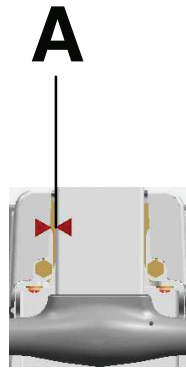

Figura 5 – Indicadores de flecha de la barra lateral
3. Tire de la barra lateral para asegurarse de que esté bloqueada y de que los indicadores de flecha (A) estén alineados (Figura 5).